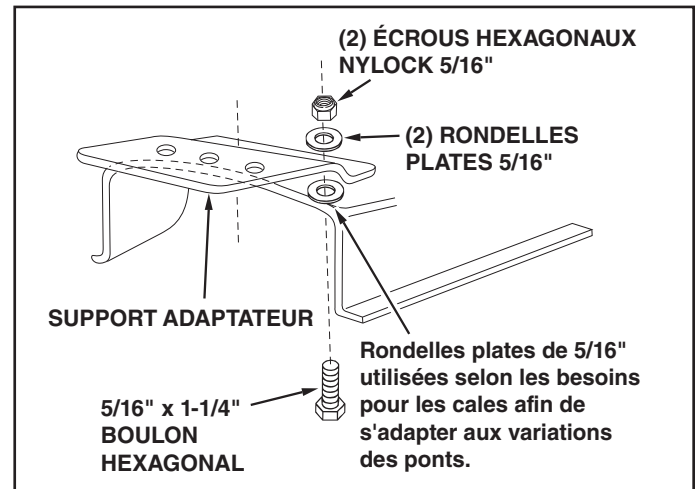

FIGURE 16
- Assemblez le support de l'adaptateur sur le pont à l'aide de deux boulons hexagonaux de 5/16" x 1", de rondelles plates de 5/16" et d'écrous hexagonaux Nylock de 5/16". Voir la figure 16.
REMARQUE : Il peut être nécessaire d'utiliser des rondelles plates supplémentaires de 5/16" pour caler sous le support à côté de la surface du pont. Dix rondelles supplémentaires ont été fournies comme **cales**. Voir la figure 16.